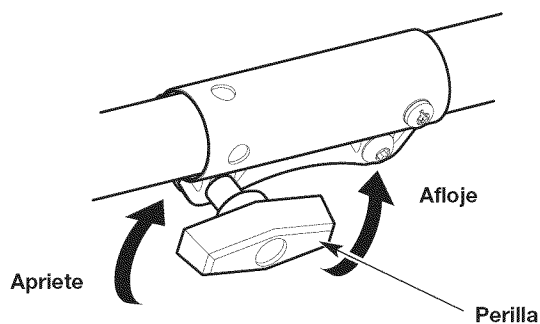

Fig. 8
3. Gire la perilla en el sentido contrario a las agujas del reloj para aflojar el acoplador (Fig. 8).
6. Gire la perilla en el sentido de las agujas del reloj para apretar el acoplador (Fig. 8).
2. Gire la perilla en el sentido contrario a las agujas del reloj para aflojar el acoplador (Fig. 8).